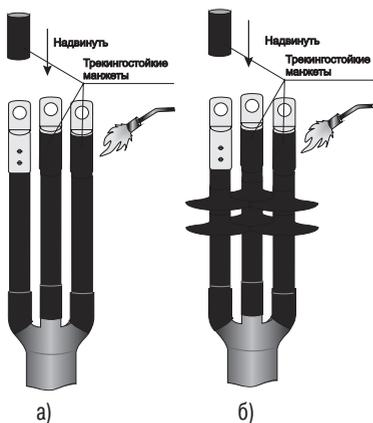

Рисунок 14.
4.31 Обезжирить на каждой жиле цилиндрическую часть наконечников и трубку по жиле на длине 60–70 мм. Надвинуть трекинговые манжеты на трубчатую часть наконечников и усадить их, начиная с середины. После усадки манжеты должны плотно облегать наконечники и трубки на жилах. По торцам манжет должен выступать расплавленный клей (рисунок 14).